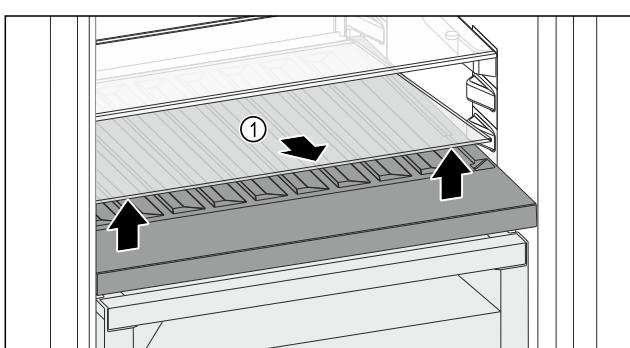

Fig. 156
- ▶ Скористайтеся пазом спереду, щоб піднятися скляну полицю Fig. 156 (1) і вийняти її.